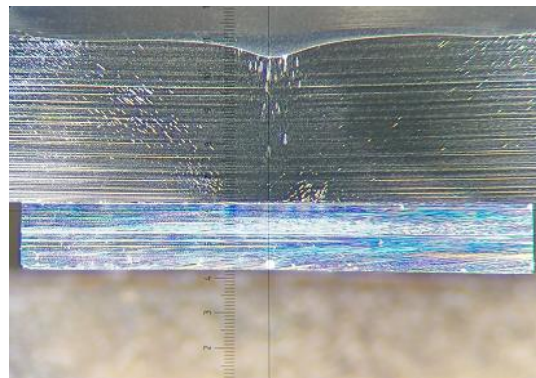

图 6
- f) 向下翻转样品台至初始位置，顺时针旋转样品台前端的旋钮，将样品上表面与挡板下表面缓慢靠近至紧密贴合，如图 6；